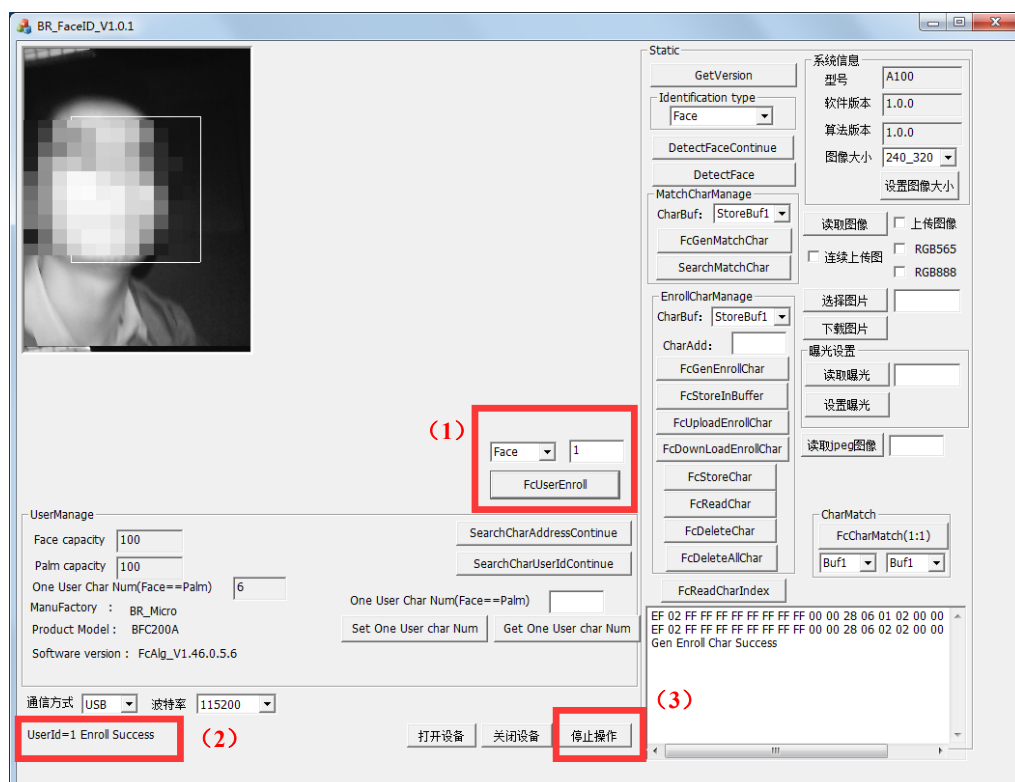

图 4-8
(1) 选择 Face 或 Palm/1 (ID 号), 点击 “FcUserEnroll”, 模组会自动录入面前的人脸图像或掌静脉;
(2) 人脸或掌静脉录入成功后左边显示 “UserId=1 Enroll Success”, 且图像显示框显示人脸图像或掌静脉;
(3) 点击 “停止操作”, 如图 4-8 所示。